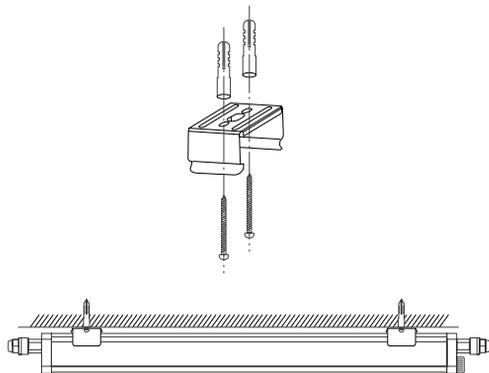

Рис. 3. Установка светильника накладным способом
- 3.4. Для накладного монтажа (рис. 3) выполните разметку под скобы для светильника и закрепите их дюбель-гвоздями. Установите светильник в закрепленные скобы и зафиксируйте светильник при помощи фиксирующих винтов.